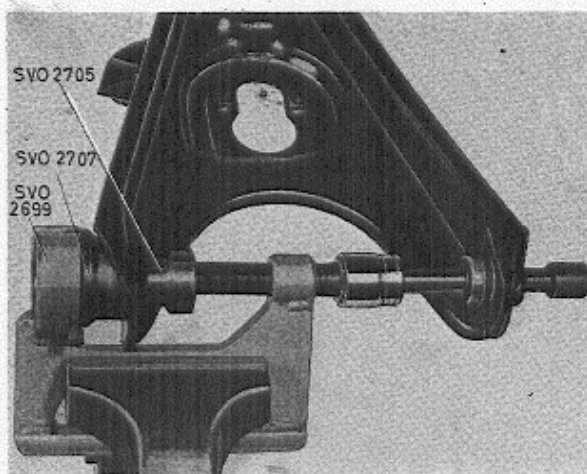

Fig. 6-29. Demontage rubber bus, onderste draagarm
1. Zet het persgereedschap SVO 2699 in de bank-schroef vast. Pers de busen uit met drijver SVO 2705 en SVO 2701, zie Fig. 6-29.